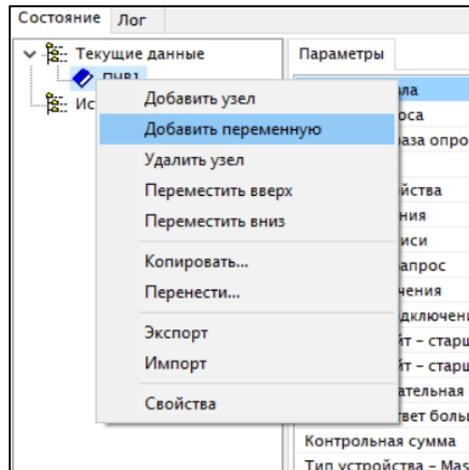

Рисунок 3.9 – Добавление переменных в узел
1. Нажать правой кнопкой мыши на узел и нажать **Добавить переменную** (см. рисунок 3.9).